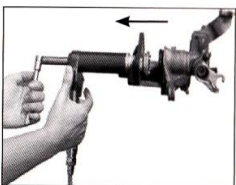

Fig.3
Poté, co stlačíte píst dozadu, stiskněte tlačítko (2) a táhněte zadní páčku tak, aby se vřeteno uvolnilo a mohlo se posunout zpět. Uvolněte nástroj z třmenu kotoučové brzdy. (Fig.3)